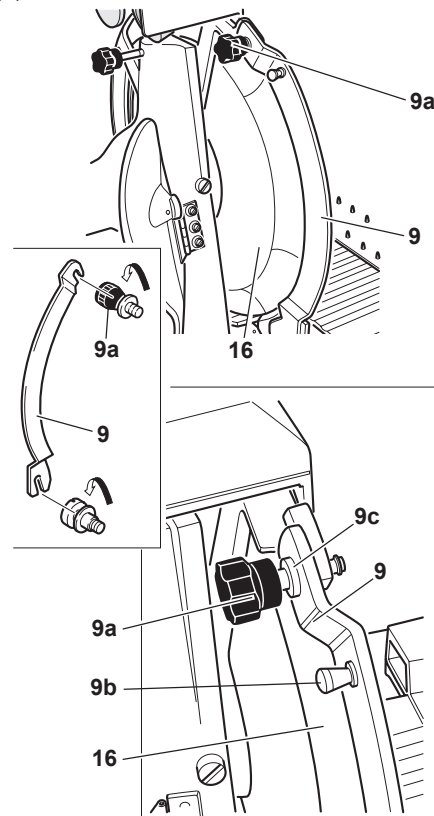

Figure 10-4
- Desserrez, mais ne retirez pas les boutons du haut et du bas (9a) sur le protège-lame (9) (Figure 10-4).
- Utilisez la vis à serrage à main (9b) pour lever le protège-lame (9) vers le haut et à gauche des rondelles d'espacement supérieure et inférieure du protège-lame (9c).
- Serrez les boutons du haut et du bas (9a) sur le protège-lame (9)